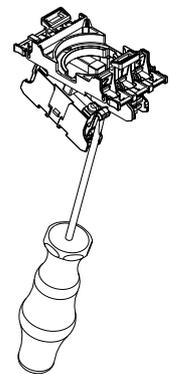

Fig. 13
3. Démontage des éléments de contact (Fig. 13): insérez le tournevis dans le maintien de l'élément de contact. Remuez le tournevis doucement dans la direction de l'élément de contact pour pousser le maintien vers l'extérieur. L'élément de contact se détache du support de contact.